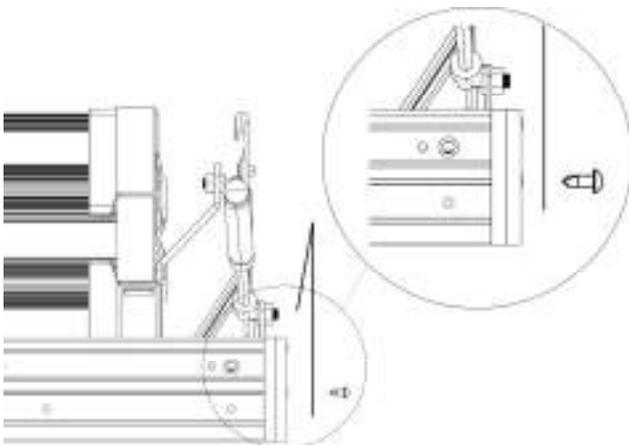
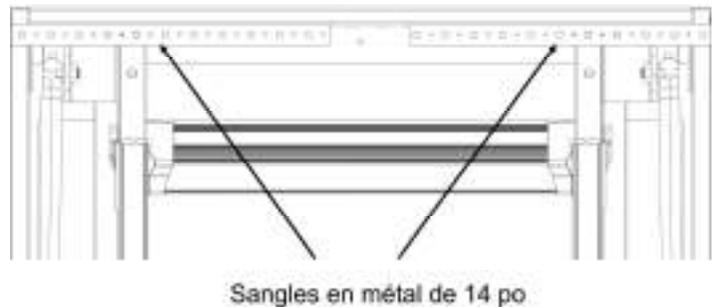
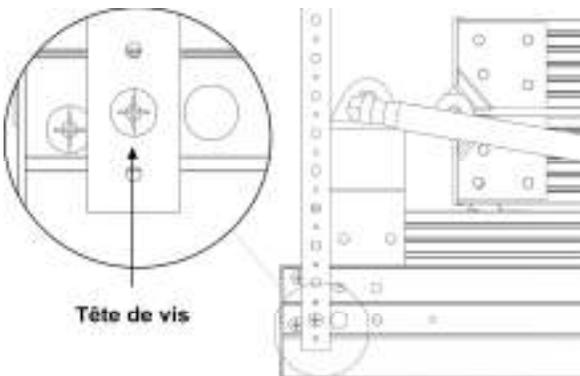

FIGURE 4 : INSTALLATION DES SANGLES
FIGURE 6 : EMPLACEMENT DES SANGLES
FIGURE 5 : EMPLACEMENT DES SANGLES
C. Dépliez soigneusement les sangles en métal de 14 po; elles pourraient comporter des arêtes tranchantes. Placez une vis Phillips n° 10 de 3/8 po dans le (grand) trou **inférieur** de 1/4 po de diamètre de la sangle. Placez une sangle métallique contre le côté du cadre en aluminium et par-dessus le trou pré-percé, comme l'illustrent la **Figure 4** et la **Figure 5**. **NE laissez PAS** les sangles en métal dépasser le cadre en aluminium. Consultez la **Figure 7**. Tenez fermement la sangle métallique pour éviter qu'elle ne tourne pendant que vous la vissez dans le cadre en aluminium.
E. Positionnez les deux sangles verticalement comme l'illustre la **Figure 5**. Repliez les deux sangles vers l'intérieur, sur la section des barreaux, pour les dégager. Consultez la **Figure 6**.